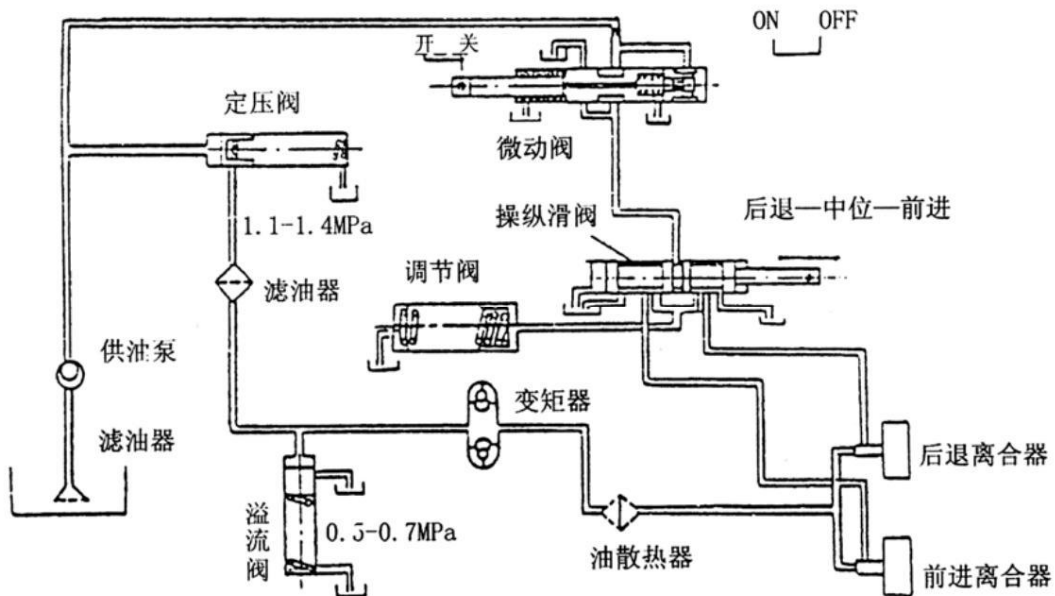

Figura 5-7 Circuito hidráulico
5.7 Circuito hidráulico (transmisión hidráulica) Figura 5-7